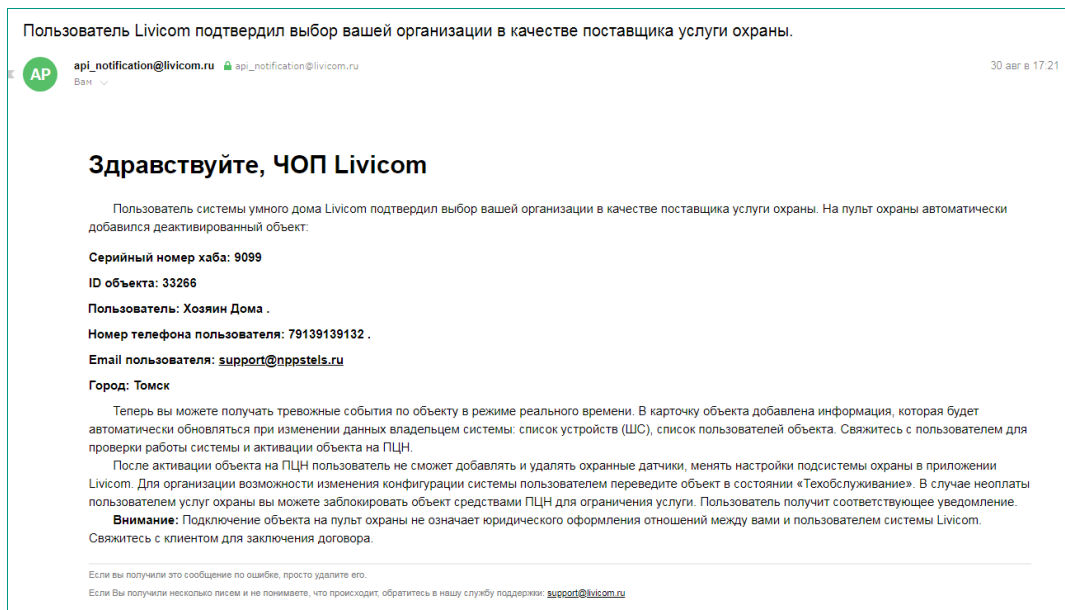

Рисунок 4.15 – Подтверждение договоренности с клиентом
На электронный адрес ОП автоматически отправляется сообщение со следующей информацией о новом объекте (см. рисунок 4.15):
3. В группе находит объект, идентификатор которого был указан в электронном письме (см. рисунок 4.15).